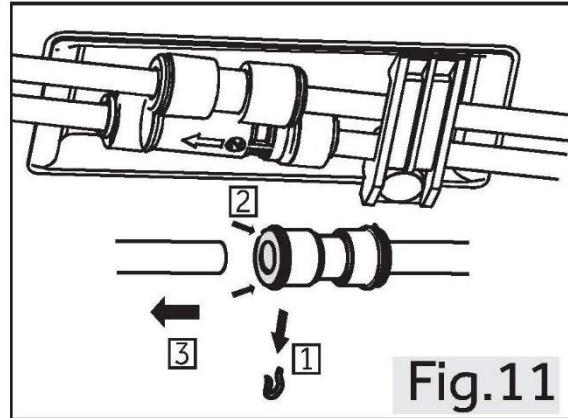

Fig.11
- Maak de linkerzijde van de twee waterkoppelingen linksvoor in de hoek aan de onderkant van het apparaat los: druk de kraag in en houd ingedrukt zoals afgebeeld en verwijder de waterleiding (afb. 11).